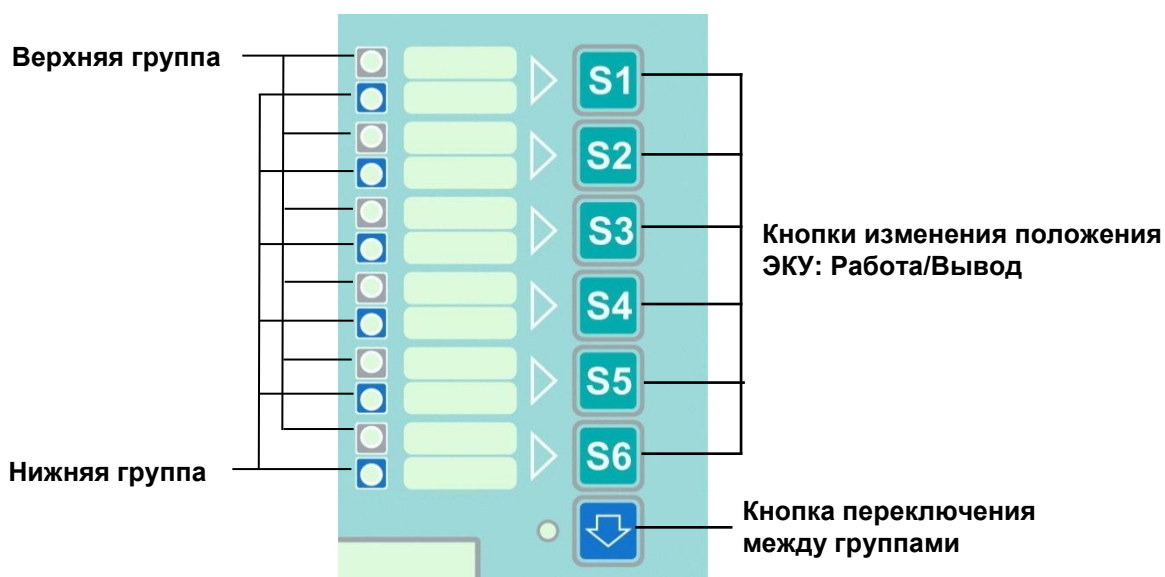

Рисунок 2 – ЭКУ
2.4.2.3.1 На лицевой панели терминала с горизонтальным расположением дисплея (см. рисунки 64 а), 65) могут располагаться ЭКУ (см. рисунок 2). Наличие и количество (6 или 12 шт.) ЭКУ определяется проектом. ЭКУ является аналогом оперативного ключа управления на двери шкафа РЗА. ЭКУ предназначен для оперативного изменения режимов работы функций РЗА терминала.
2.4.2.3.2 ЭКУ состоит из двух групп: верхняя и нижняя (см. рисунок 2). ЭКУ каждой группы может находиться в двух положениях: **Работа/Вывод**. Светодиоды отображают текущее положение: в положении ЭКУ **Работа** светодиод горит, в положении **Вывод** не горит. В случае отсутствия кнопок ЭКУ в проекте, светодиоды с ЭКУ имеют назначения, приведенные в функциональной схеме терминала.